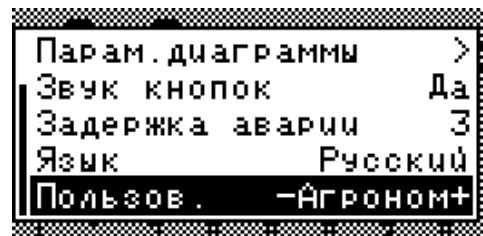

Рисунок 31
5. Кнопками ⌁ «Вверх» и ⌄ «Вниз» выбрать пункт меню «Пользователь» (см. «Рисунок 31»). Кнопками ⌂ «Плюс» и ⌃ «Минус» выбрать «Агроном» и нажать кнопку ⌂ «Меню». В появившемся окне ввести ПИН-код. В случае ввода правильного кода произойдет смена уровня доступа, о чем будет свидетельствовать сообщение на экране, и после этого будет показан главный экран.